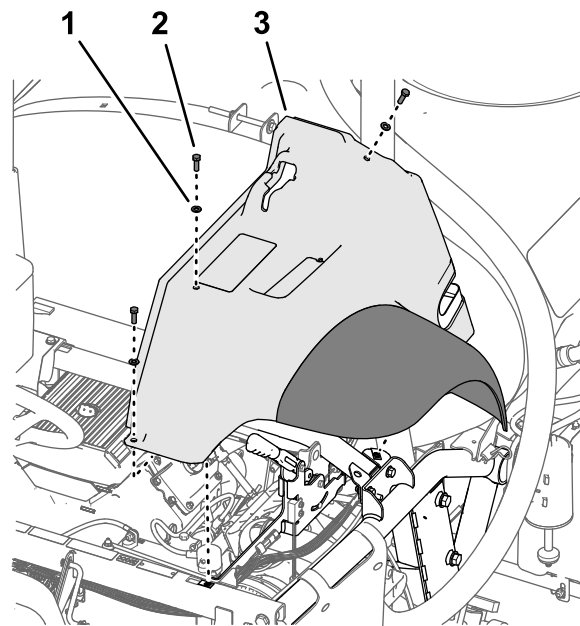

図 219
4. フェンダをフレームに仮止めする 図 219ステップ 2 左右の前フェンダを取り外す (ページ 11) で取り外したボルト5/16 x 1"3本とワッシャ5/16"3枚を使用する。